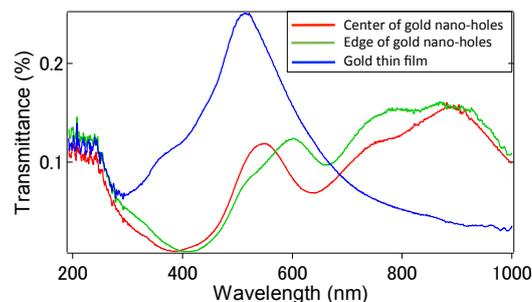

Fig. 2: Transmittance spectra of gold nanohole structure and thin film.
2. Experiment 珪藻は、2つのシリカの殻で覆われている。各々の殻は、外層と内層の 2 層構造で形成され、外層には直径 600 nm、中心間距離 900 nm のナノホールアレイ構造が、また、内層には、直径 40 nm、中心間距離 100 nm ナノホール構造がある (Fig. 1)。金ナノホールチップは、この珪藻の殻をテンプレートとして、金を成膜することで作製された。その金ナノホールチップを光学顕微鏡で観察すると、中心部分と端部分で色が異なっていることがわかった。この構造が持つ光学特性を顕微分光計でスペクトルを測定し、電子顕微鏡や有限差分時間領域法 (FDTD 法) でピークの原因を調べた。顕微分光での測定条件は、測定領域を 5  $\mu\text{m}$ 、測定位置を珪藻の中心部分と端部分、珪藻がない部分とした。それぞれの領域が示す透過スペクトルを Fig. 2 に示した。珪藻がある部分に関して、波長 500 nm、600 nm、750 nm、800 nm に上向きのピークが生じ、珪藻がない部分に関して、波長 500 nm に上向きのピークが観察された。波長 500 nm のピークは、珪藻がない部分でも観察されたので、金のバンド内遷移が原因である。波長 600 nm、750 nm、800 nm のピークは、テープに固定された珪藻の殻もこの領域でピークを示すことから、珪藻の殻由来の構造色に起因すると考えた。また、FDTD 法によるプラズモン共鳴の寄与についても合わせて報告する。今回、私たちは、珪藻を用いて、金ナノホール構造を作製し、その光学特性を顕微分光計で測定した。その結果、波長 500 nm、600 nm、750 nm、800 nm に上向きのピークが生じた。これらのピークを示した原因を金のバンド内遷移、珪藻の殻の構造色であると考えた。